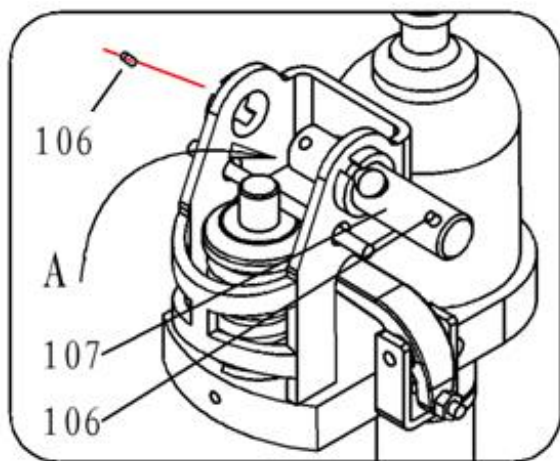

图 2-1
2. 1. 拔出一端的弹性圆柱销(106)，取下握杆定位轴(107)。见图 2-1。